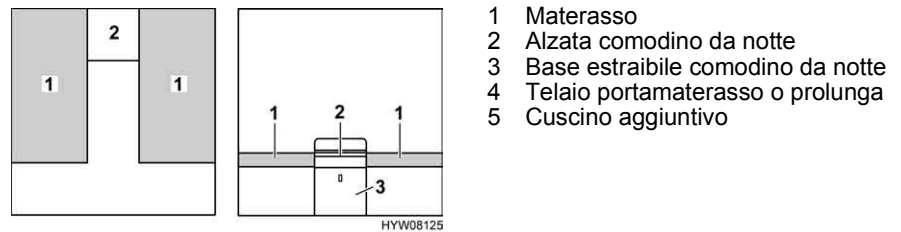

Fig. 136 Prima della trasformazione
- Rimuovere l'alzata del comodino da notte (Fig. 136,2) e metterla da parte.